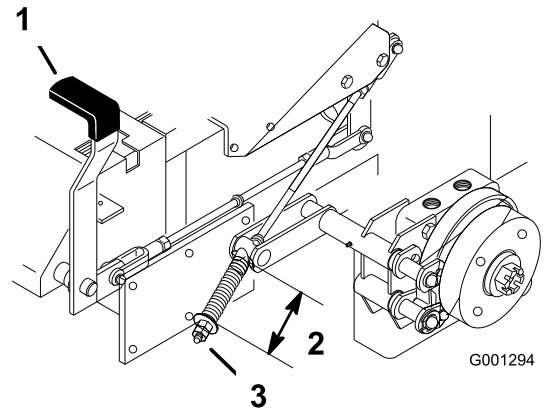

Figure 62
2. Mesurez la longueur du ressort. Les rondelles doivent être espacées de 64 mm (Figure 62).
3. Si un réglage est requis, desserrez le frein de stationnement, desserrez l'écrou de blocage situé sous le ressort et réglez l'écrou directement au-dessous du ressort (Figure 62). Modifiez le serrage de l'écrou jusqu'à ce que le ressort ait la longueur voulue. Tournez l'écrou dans le sens horaire pour raccourcir le ressort et dans le sens anti-horaire pour l'allonger.